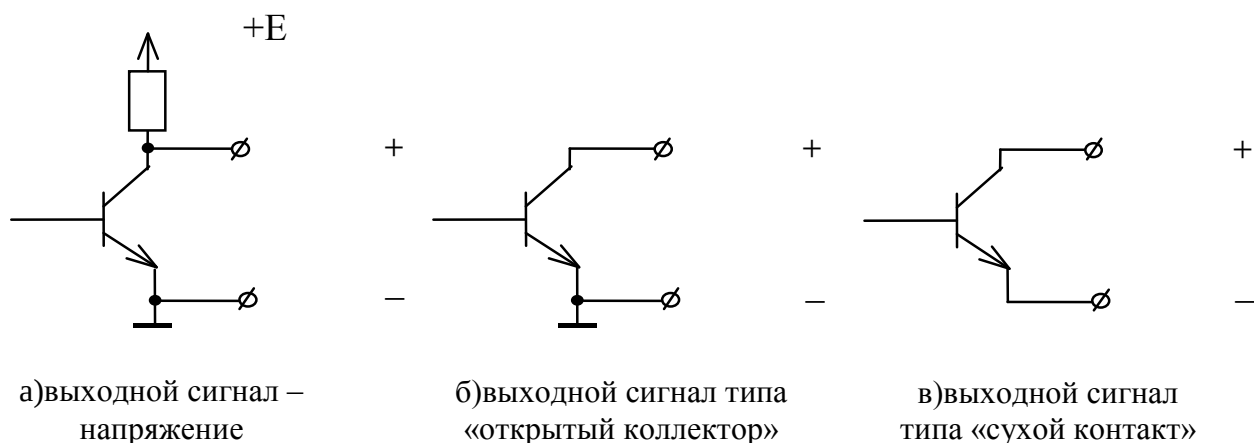

Рисунок 8.13
8.8.1 Выходной каскад схемы дискретного выхода и сигнала признака реверса аппаратно может быть сконфигурирован одним из 3 способов (см. рисунок 8.13):